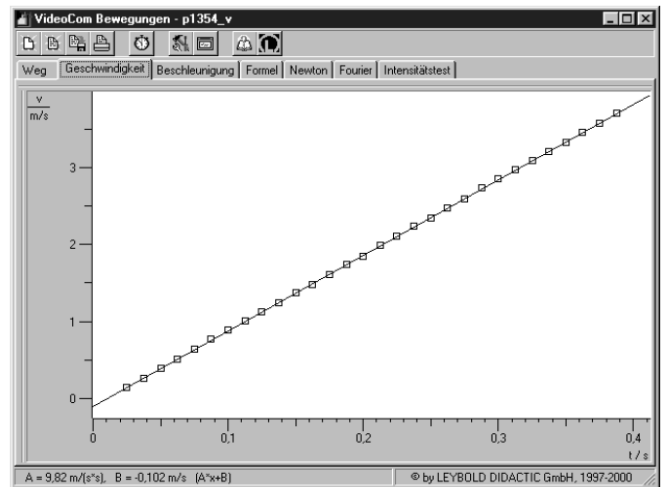

Fig. 4 Diagramme vitesse-temps du corps de chute.
La vitesse instantanée  $v$  calculée à partir des valeurs mesurées en cliquant sur l'onglet « Vitesse » est une fonction linéaire du temps (voir fig. 4 et cf. (II)). À partir de la pente de la droite modélisée  $A \cdot x + B$ , on relève la formulation suivante pour l'accélération de la chute :
Le résultat de la modélisation  $B = -0,1 \text{ m s}^{-1}$  sur les fig. 4 et 5 correspond à une vitesse initiale négative (sans intérêt d'un point de vue physique) du corps lâché. En effet, le tracé des valeurs mesurées a été lancé un peu plus tôt que le déplacement du corps étant donné que l'aimant de maintien a déclenché un peu trop tard.